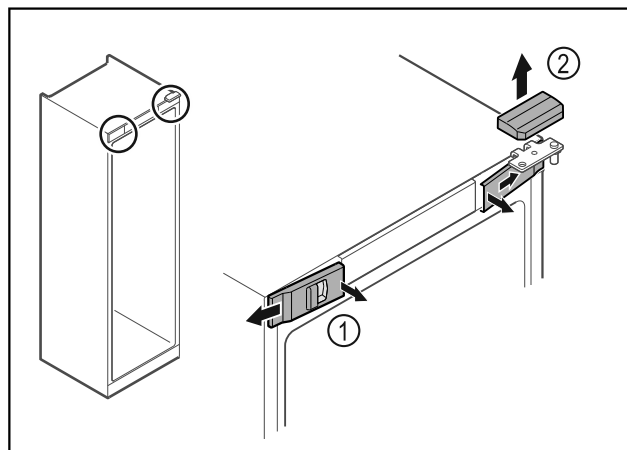

Fig. 14
- ▶ 从内侧松开前盖板 Fig. 14 (1)并移到一旁。
- ▶ 朝上取下上盖板 Fig. 14 (2)。